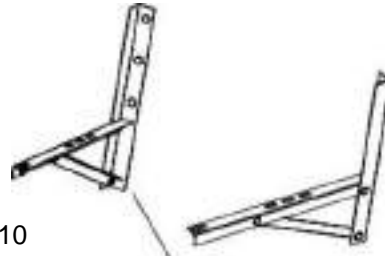

Fig. 10
- Si necesita colocar soportes para la instalación de la unidad exterior, el usuario puede solicitarlos a nuestra empresa o a nuestros agentes de venta (Fig.10).